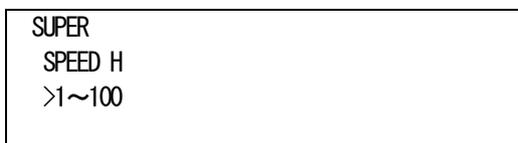

図4-34 オンスクリーンメニュー (SPEED H例)
- 1) SUPERメニューで「SPEED H[SPDH]」を選択し、**ENTER**ボタンを押すと図4-34のような設定メニューが表示されます。